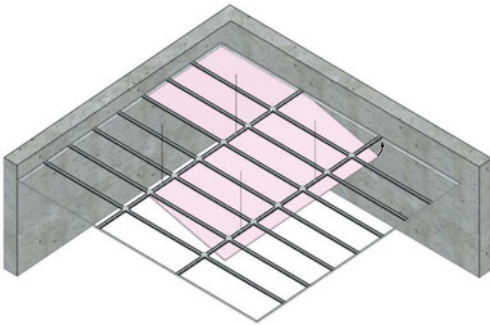

Fig. 7
- Entraxe de vissage sur les entretoises : 150 mm (Fig. 7)